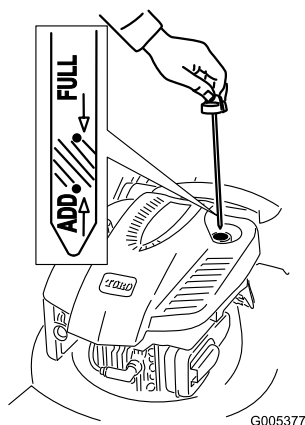

Figura 11
1. Retire la varilla, límpiela, y vuelva a colocarla (Figura 11).
2. Retire la varilla y compruebe el nivel de aceite (Figura 11). Si el nivel de aceite está por debajo de la marca **Add** de la varilla, vierta **lentamente** aceite en el tubo de llenado hasta que el nivel llegue a la marca **Full** de la varilla. **No llene demasiado.** (Capacidad máxima: 0,59 l, tipo: SAE 30, aceite detergente con clasificación de servicio API SF, SG, SH, SJ, SL o superior.)